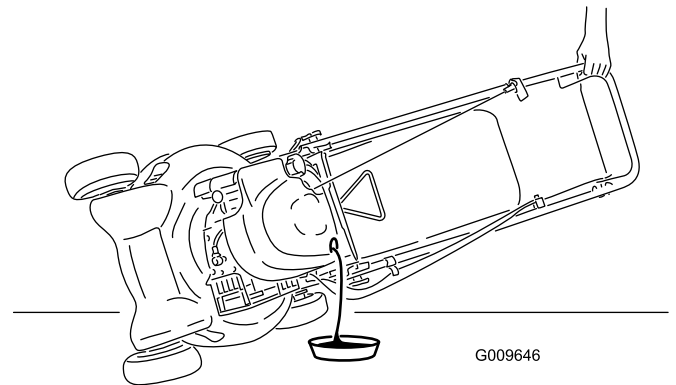

Figure 19
3. Inclinez la tondeuse sur le côté (jauge en bas) pour vidanger l'huile usagée par le goulot de remplissage (Figure 19).